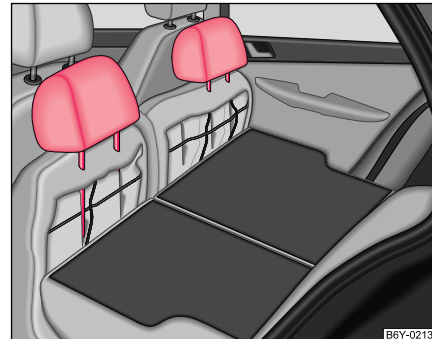

Abb. 50 Rücksitze:
- Die Kopfstützen können in die entsprechenden Öffnungen der vorgeklappten Rücksitzbank eingesteckt werden ⇒ Abb. 50.